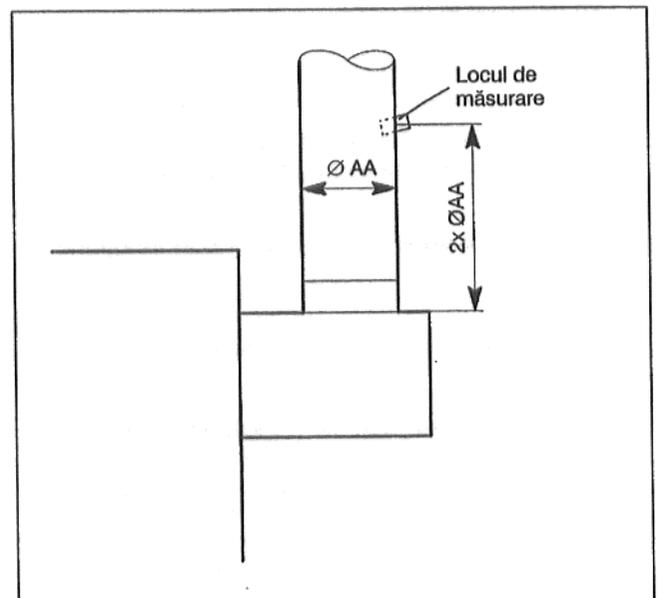

Fig. 22: Locul de măsurare din conducta gazelor de ardere
- Faceți o gaură în conducta gazelor de ardere, ca.  $2 \times \varnothing AA$  după dispozitivul de menținere a curentului de gaze pe partea opusă cazanului (Fig. 22).